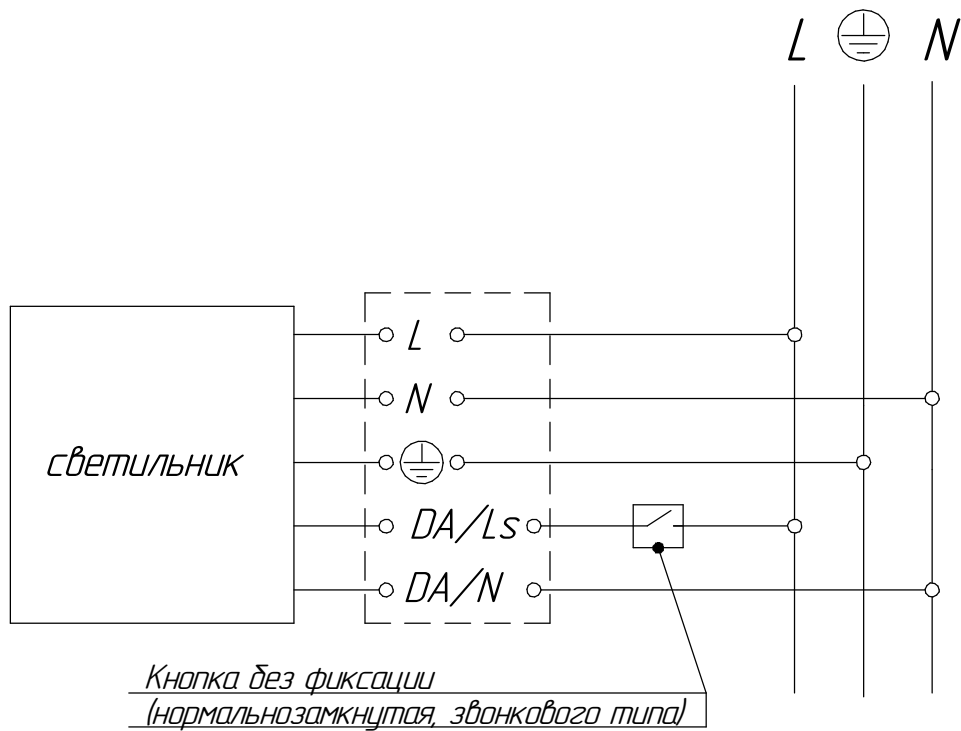

Рисунок 8 - Схема подключения светильника с функцией диммирования касанием к электрической сети.
5.8 Светильники с управлением по протоколу DALI дополнительно имеют функцию **диммирование касанием**. Данная функция реализуется путем прямого подключения кнопочного выключателя (*выключатель должен быть обязательно без фиксации*) к светильнику по схеме, приведённой на рис. 8.